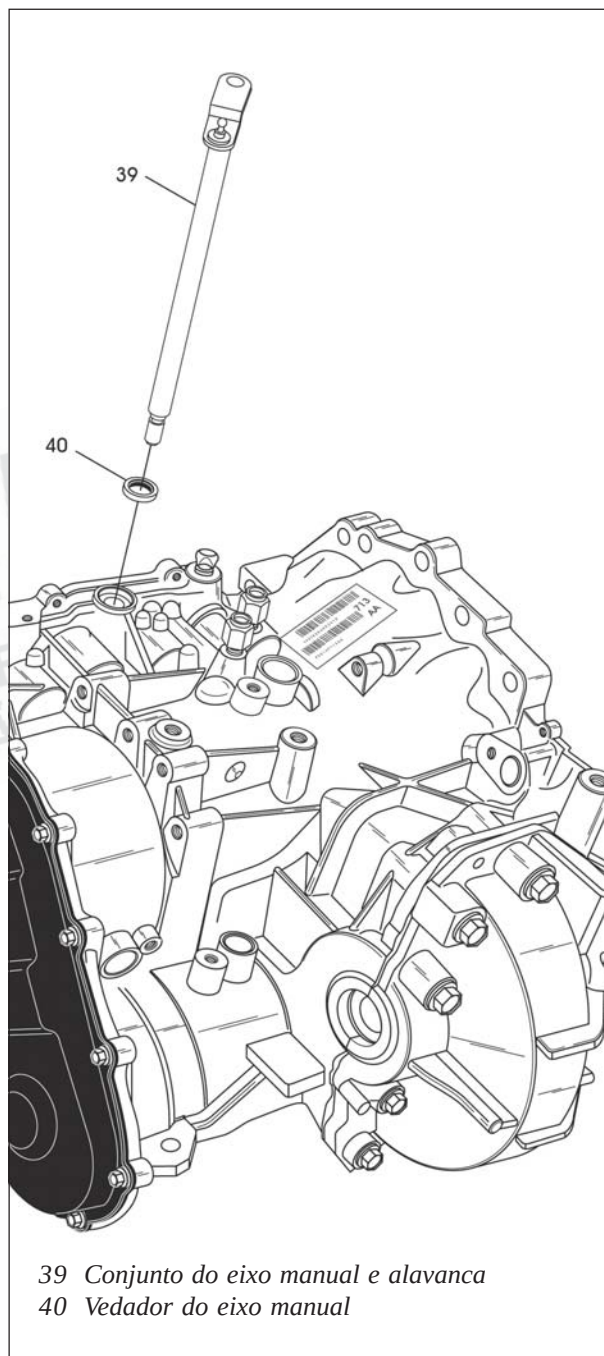

Figura 57
31. Remova o eixo manual e conjunto da alavanca de retenção, conforme mostrado na figura 57.
32. Remova e descarte o vedador do eixo manual, conforme indicado na figura 57.